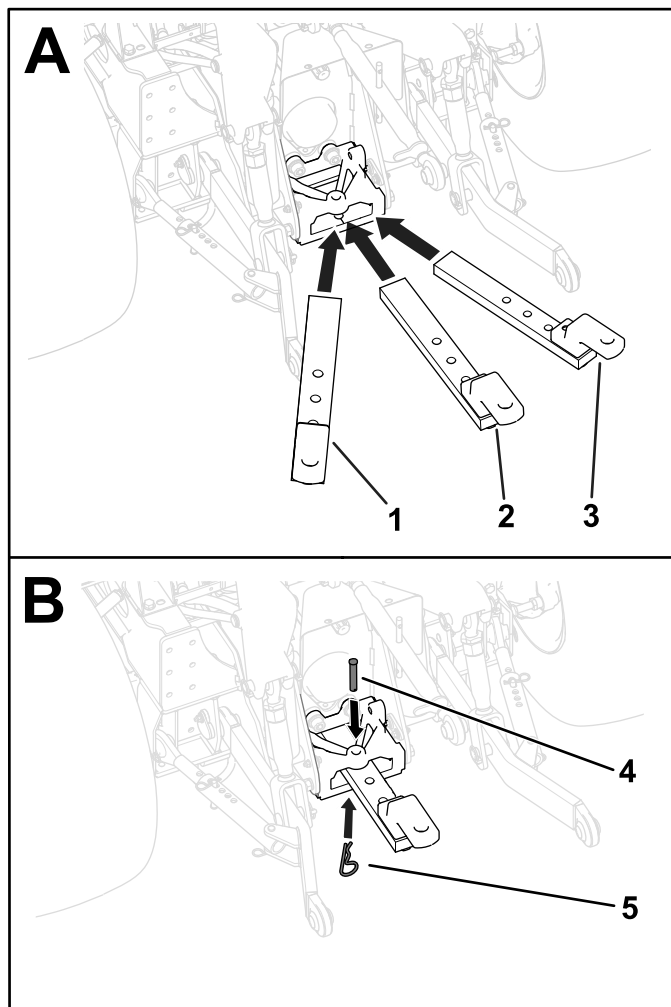

Figure 21
Vous pouvez monter la barre d'attelage déportée à gauche, déportée à droite ou centrée (Figure 21). Déterminez la position correcte de la barre d'attelage pour votre outil, puis montez la barre d'attelage comme suit :
1. Insérez la barre d'attelage dans son support (Figure 21).
2. Fixez la barre d'attelage au support en insérant l'axe de chape dans l'un des trois trous de montage de la barre et en bloquant l'axe avec la goupille fendue (Figure 21).